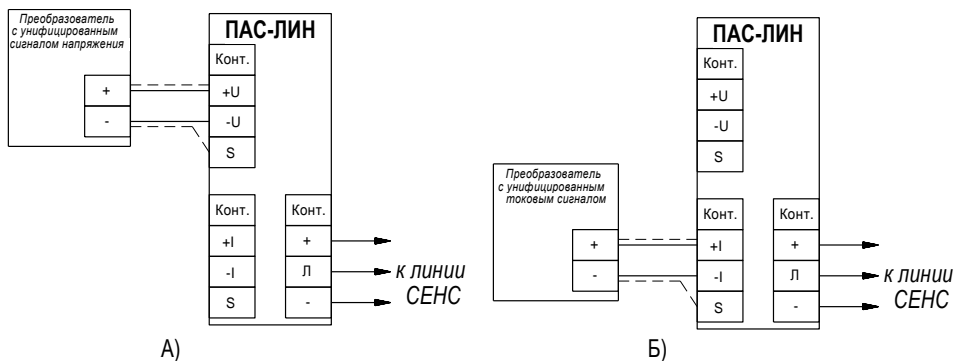

Рисунок 7
3.4.3 Подключить контактную группу «**ВХОДЫ**» преобразователя в соответствии с его настройками к источнику унифицированного сигнала тока (рисунок 7а) или напряжения (рисунок 7б)